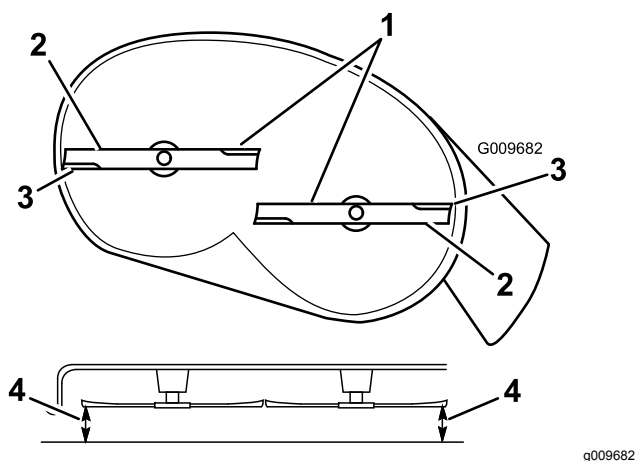
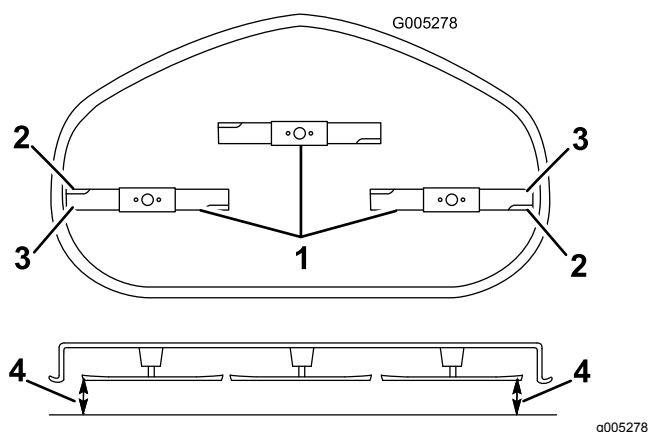

Bild 68
Bild 69
- Drehen Sie die Messer vorsichtig, sodass sie alle seitlich gestellt sind (Bild 68 und Bild 69).
5. Messen Sie den Abstand zwischen den äußeren Schnittkanten und der ebenen Oberfläche (Bild 68 und Bild 69).